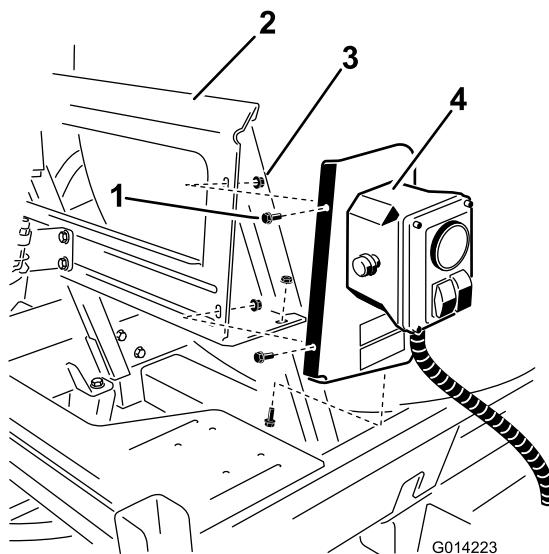

図 6
- ボルト (1/4 x 5/8 inch) 3本とロックナット (1/4 インチ) 4個を使用して、図 6のように、アセンブリをブラケットに固定する。